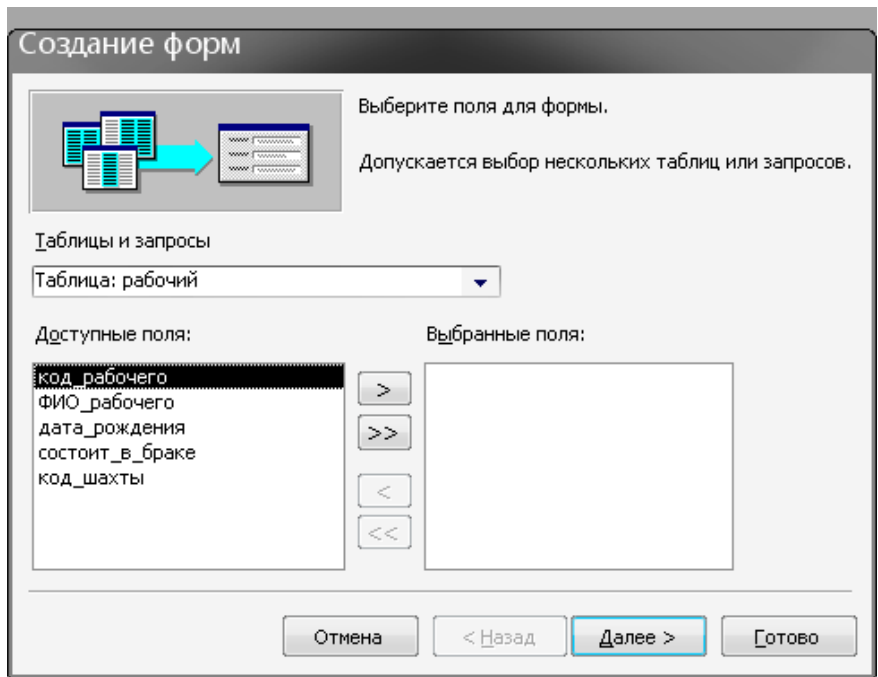

Рис. 2.12 – Вікно Майстра форм
2. У списку "**Таблицы/запроси**", що розкриваються, запиту вибрати таблицю, для якої варто створювати форму (рис. 2.12). У нижній частині ліворуч в області "**Доступные поля**" виділяти потрібні поля і кнопкою **>** переміщати них в область "**Выбранные поля**"